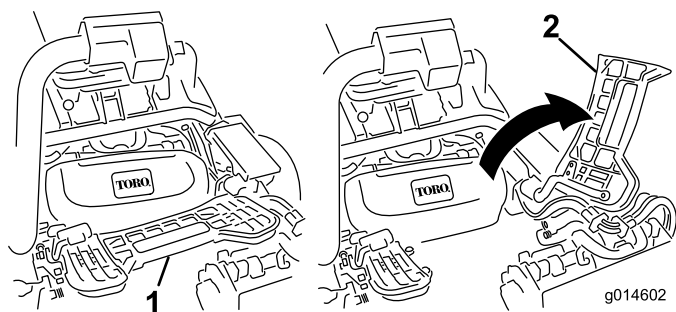

図 31
1. フット・レストを跳ね上げて開き、中央カッティングユニット取り付け位置へのアクセスを確保する（図 31）。